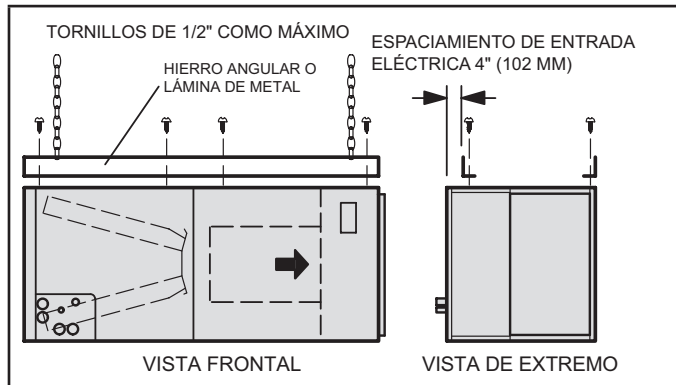

FIGURA 6. Cómo colgar la unidad horizontal
- 4 - Si la unidad está colgando, el gabinete debe estar apoyado a todo lo largo. Si usa una cadena o correa, use una pieza de hierro angular o lámina de metal adjunta a la unidad (ya sea arriba o abajo) para apoyar el largo del gabinete. Use tornillos de sujeción de no más de 1/2" para no dañar el serpentín ni el filtro, como se muestra en la Figura 6. Use tornillos para lámina de metal para conectar los plenos de aire de retorno y suministro según sea requerido.
- 14 - Si va a colgar la unidad, debe estar apoyada a todo lo largo del gabinete. Si usa una cadena o correa, use una pieza de hierro angular o lámina de metal adjunta a la unidad (ya sea arriba o abajo) para que el largo completo del gabinete esté apoyado. Use tornillos de sujeción de no más de 1/2" para evitar dañar el serpentín o el filtro, como se ilustra en la Figura 6. Conecte los plenos de aire de retorno y suministro con tornillos para láminas de metal.